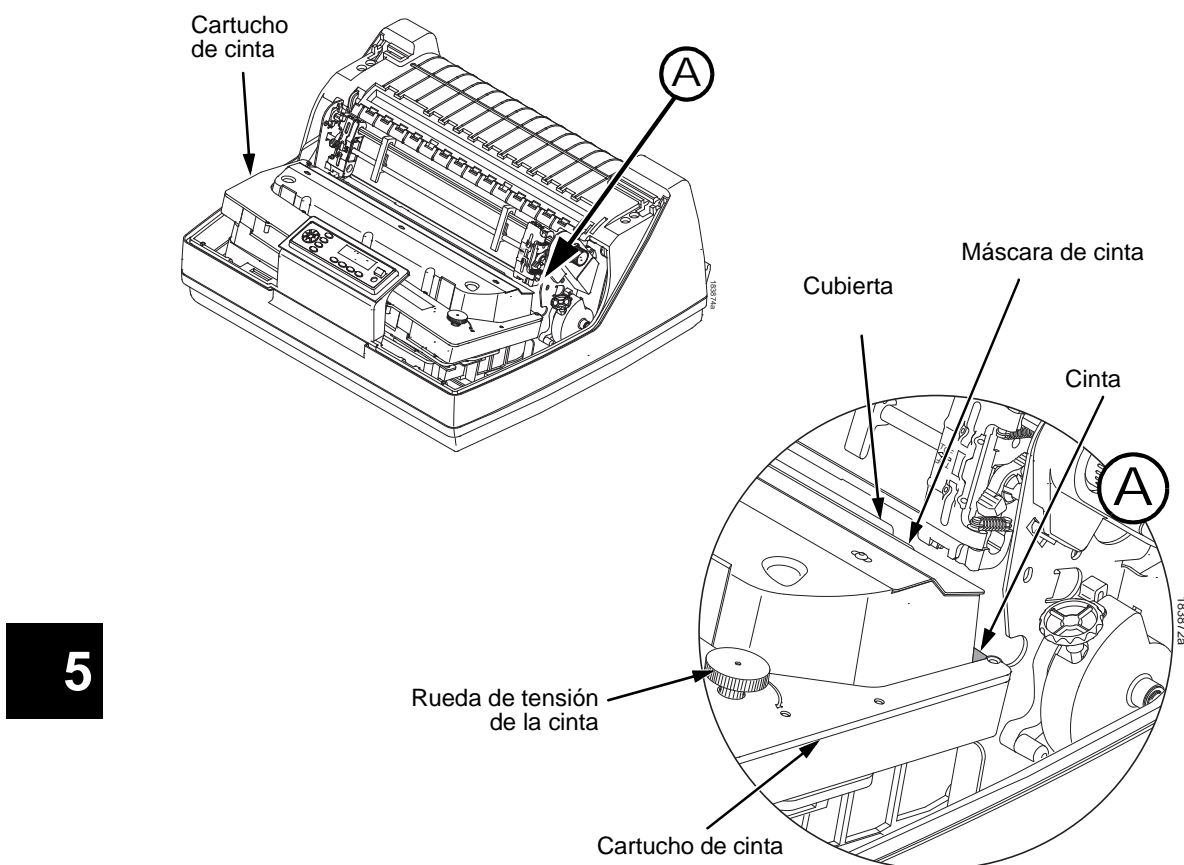

Figura 67. Cartucho de cinta encajado en su lugar
- Desplace el cartucho hacia abajo asegurándose de que la cinta encaje entre la cubierta y la máscara (consulte la Figura 67). Observará que encaja en su lugar.